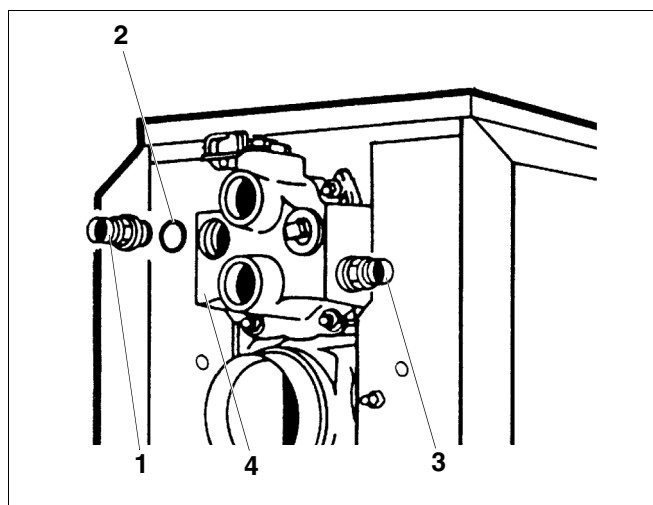

Abb. 6 Doppelnippel G 1 am Anschlussformstück des Kessels eindrehen
- Alle Klemmringverschraubungen mit einem Anzugsmoment von min. 60 Nm - max. 80 Nm festschrauben (~ Mutter handfest anschrauben und $1 \frac{1}{4}$ Umdrehungen mit dem Schraubenschlüssel anziehen). O-Ring (Abb. 6, Pos. 2) nicht zusätzlich fetten.
- Doppelnippel G 1 (Abb. 6, Pos. 1 + 3) mit eingelegtem O-Ring (Abb. 6, Pos. 2) in den Vor- und Rücklaufanschluss am Anschlussformstück (Abb. 6, Pos. 4) des Heizkessels eindrehen.